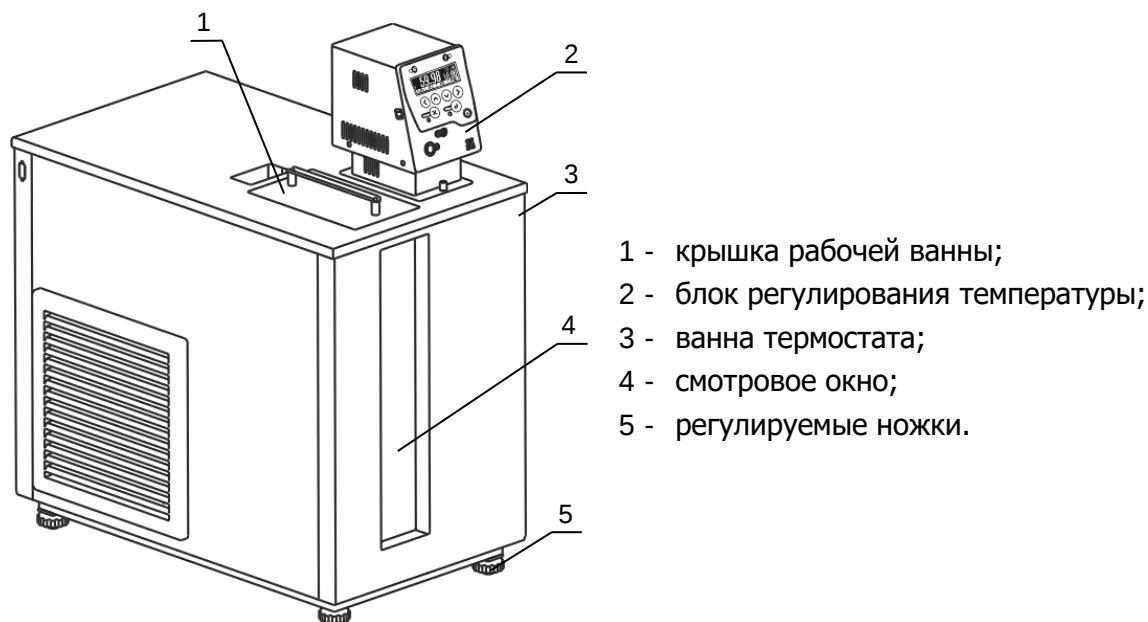

Рисунок 1 — Внешний вид термостата
1.4.5 Смотровое окно 4 (рисунок 1) термостата позволяет снимать значения плотности с ареометров, не вынимая цилиндров с пробой из термостата.
2.2.2 Установить ванну термостата на горизонтальную поверхность. Добиться горизонтального положения крышки термостата вращением ножек 5 (рисунок 1).